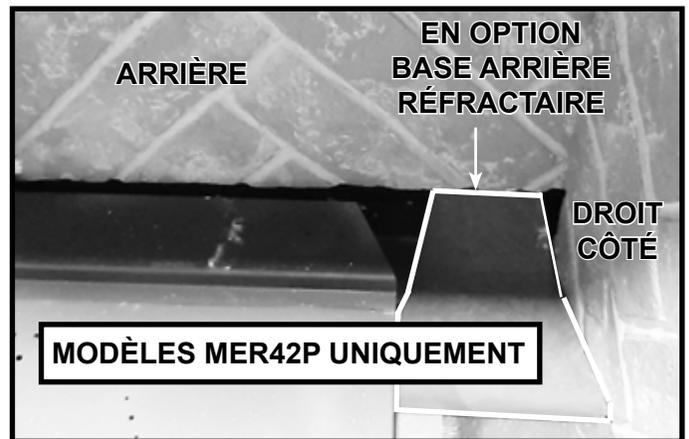

Figure 11.7 Modèles MER42P uniquement : Pièce réfractaire de la base arrière optionnelle installée (côté droit illustré)
7. **Modèles MER42P uniquement** : Placez les pièces réfractaires de la base arrière optionnelle sur les côtés gauche et droit à l'arrière de la boîte à feu. Poussez-les vers l'arrière et vers le côté de la boîte à feu, comme illustré à la figure 11.7. La pièce réfractaire de base doit être en contact avec le panneau réfractaire latéral et arrière.